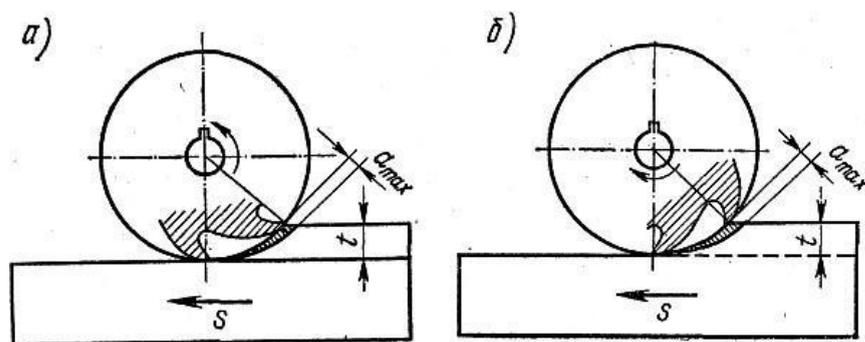

Рис. 1. Схеми фрезерування: а – зустрічне; б – попутне
*Фрезерування* – обробка металів і неметалевих матеріалів зняттям стружки, при якій різальний інструмент – фреза – здійснює обертальний рух, а оброблювана заготовка – поступальний (рис. 1). Застосовується для обробки площин, криволінійних поверхонь деталей, різьбових поверхонь, зубчастих і черв'ячних коліс і ін. При обробці фрезами розрізняють чорнове, напівчистове, чистове, а при обробці торцевими фрезами – і тонке фрезерування.